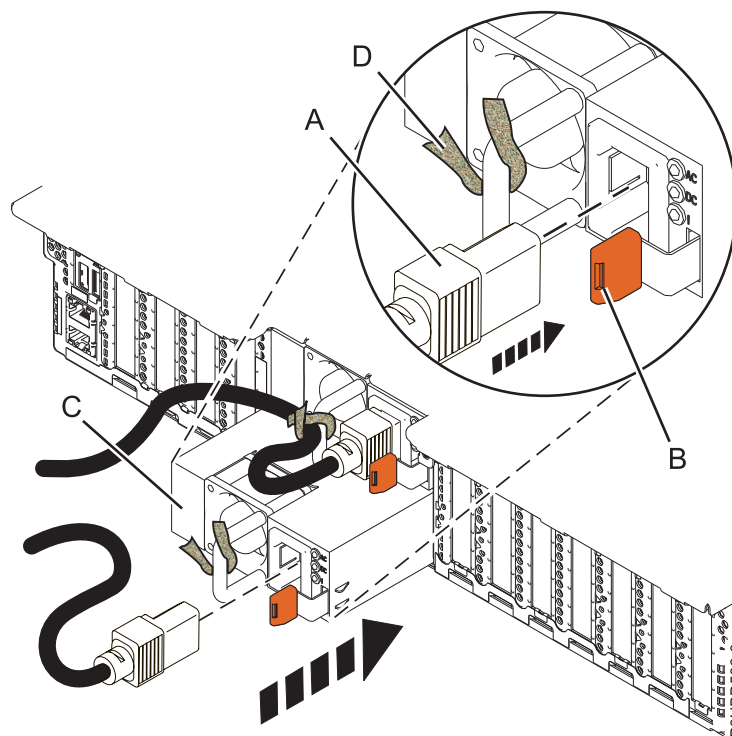

Figura 11. Sustitución de una fuente de alimentación del sistema
4. Enchufe el cable de alimentación (A) a la fuente de alimentación (C), tal como se muestra en Figura 11.
5. Mediante el cierre de velcro (D) enrolle el cable de alimentación en el asa de la fuente de alimentación, tal como se muestra en Figura 11.